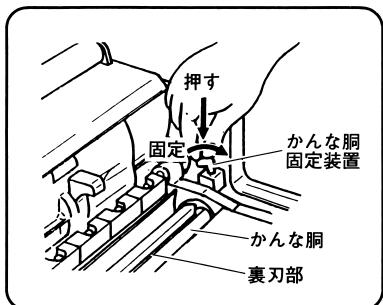

図 38
(2) かんな腔固定装置のレバーを指先で押し右（図中固定側）にまわしてかんな腔を固定します。（図 38）
(6) かんな胴固定装置のレバーを左にまわし固定を解除し手押部のかんな胴回転用つまみ（図 38 参照）をまわしかんな刃取付け用ボルトが上になる位置で再度固定します。